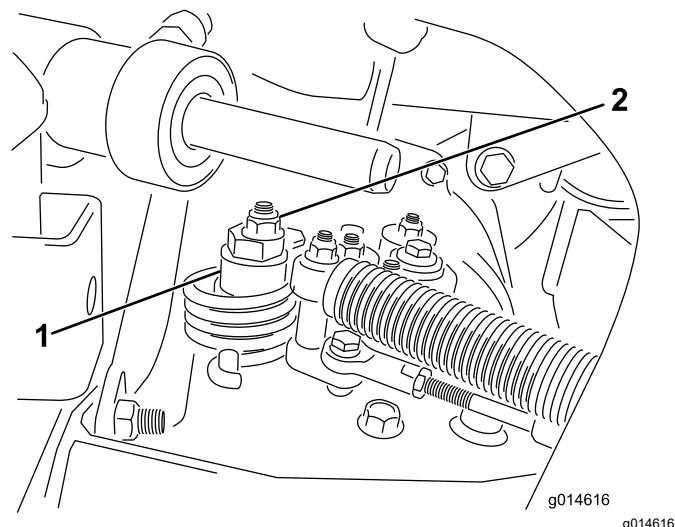

Figure 49
A. Desserrez l'écrou de fixation de l'excentrique en haut de l'hydrostat (Figure 49).
- C. Tournez l'excentrique jusqu'à ce que la roue ne tourne plus dans aucune direction. Lorsque la route arrête de tourner, serrez l'écrou pour bloquer l'excentrique et le réglage (Figure 49). Vérifiez le réglage avec la commande d'accélérateur en position BAS RÉGIME, puis HAUT RÉGIME.